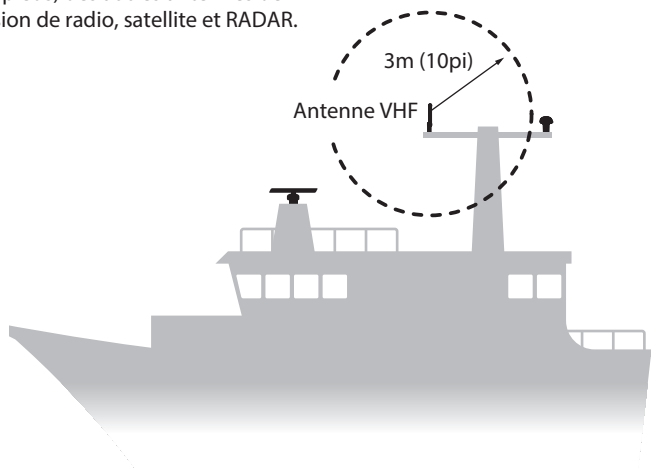

Figure 9 Emplacement de l'antenne VHF
- Idéalement, l'antenne VHF du SIA doit être installée directement au-dessus ou au-dessous de l'antenne radiotéléphonique VHF principale du bateau, sans séparation horizontale et avec un minimum de séparation verticale de 2 m. Veuillez consulter la Figure 9 pour plus d'informations.